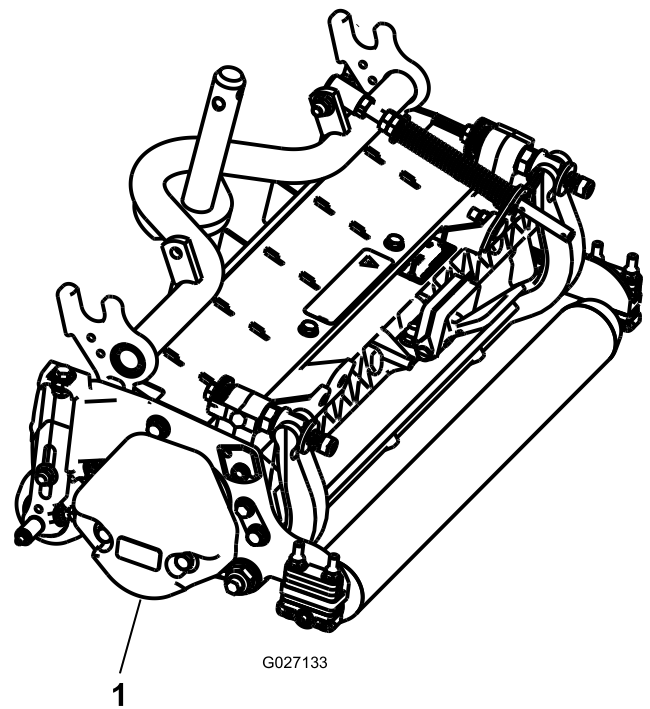

Figure 4
3. Veillez à monter le contrepoids (Figure 4) du bon côté du plateau de coupe, comme expliqué dans les *Instructions d'installation* du kit de contrepoids.